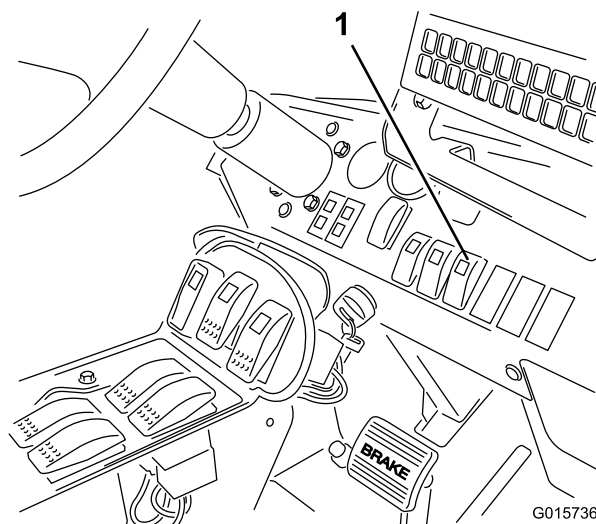

Bild 24
4. Drücken Sie den Ultraschall-Auslegerschalter am Armaturenbrett in die Auto-Stellung (Bild 24).